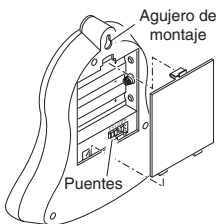

Figura 3
- A la campana se la puede instalar sobre la pared usando el agujero de montaje ubicado en la parte de atrás de la campana (ver Figura 3). Use un tornillo y un ancla de pared, como se necesite, para asegurar el tornillo de montaje a la pared. Deje un espacio de aproximadamente 1/8 de pulgada (3.2 mm) entre la pared y la cabeza del tornillo de montaje. Ponga la campana sobre el tornillo de montaje.